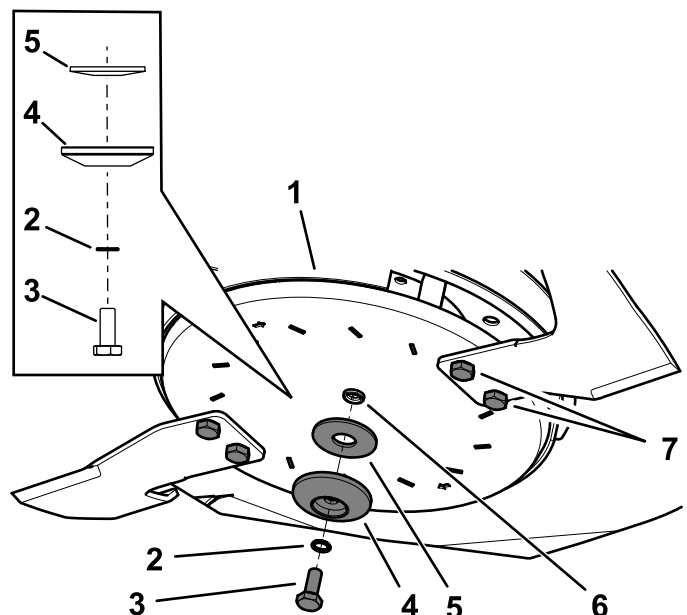

Figura 105
2. Îndepărtai urubul lamei, aiba crestată, elementul de reinere al lamei i aiba curbată de pe arborele axului (Figura 105).
3. Îndepărtai ansamblul lamei (Figura 105).